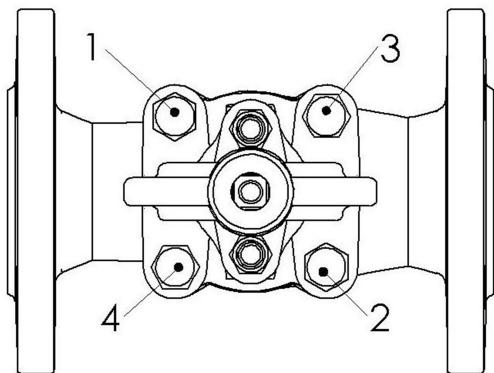

Рисунок 12
- Болты нужно затягивать равномерно крест-накрест динамометрическим ключом (Рис. 12).